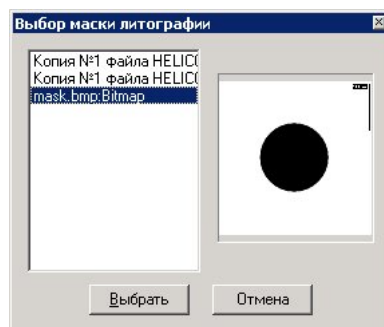

Рис. 2.13. Выбор маски литографии.
- Литография — режим литографии. Литография может выполняться тремя способами: литография зондом (Высота), литография напряжением (Напряжение) и литография модуляцией опорного значения (Уставка). На закладке Литография выбираются изображение-маска, режим литографии и параметры воздействия на поверхность. При нажатии на кнопку “Выбрать” появляется окно выбора изображения-маски (рис. 2.13).